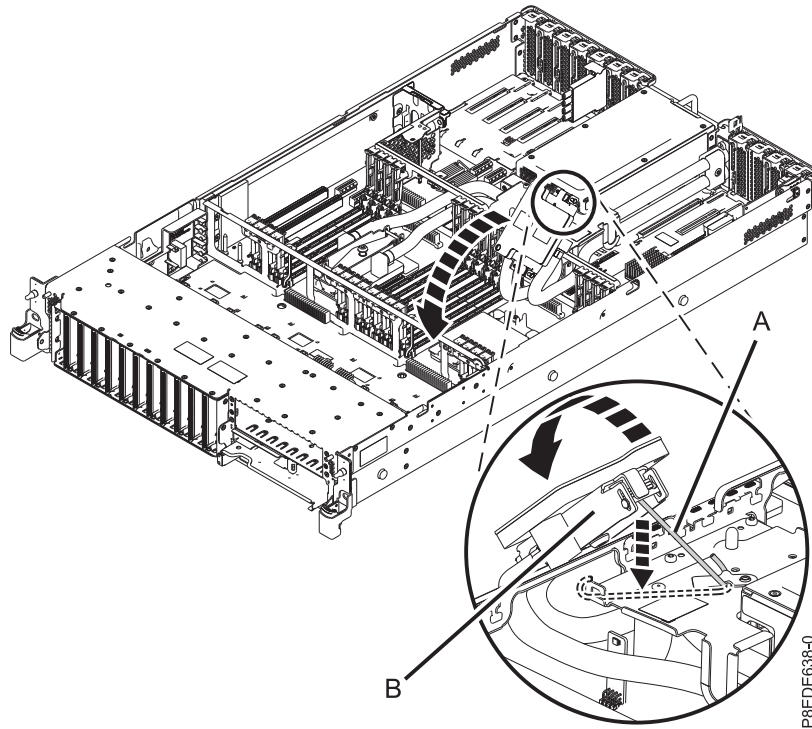

Figure 41. Alignement de la plaque de refroidissement sur le module processeur système
- a. Décrochez la plaque de refroidissement (B) du crochet de service (A) et alignez soigneusement cette plaque avec le module processeur système, comme illustré dans la figure 41, à la page 41.